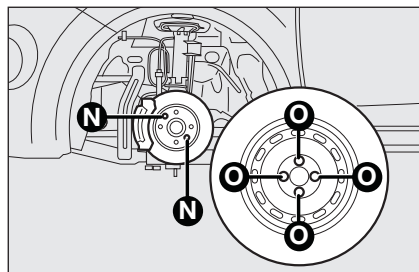

fig. 7
- ☐ montar la rueda de repuesto haciendo coincidir el perno **N**-fig. 7 con uno de los orificios **O** presentes en la rueda;